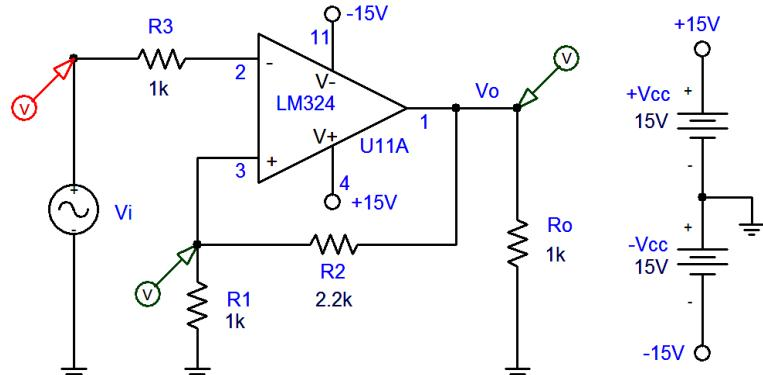

Figura 10.
**Questão 11** – Seja o circuito da Figura 10, AOP com Histerese.
**Questão 12** – Se o sinal de entrada do circuito da Figura 10 for substituído por uma onda triangular de  $\pm 10 \text{ V}_p$ , frequência de 1 kHz, construir os gráficos  $v_i \times t$  e  $v_o \times t$ . Dica: para isto, verificar o gráfico  $v_o \times v_i$  (verificação dos pontos de transição).